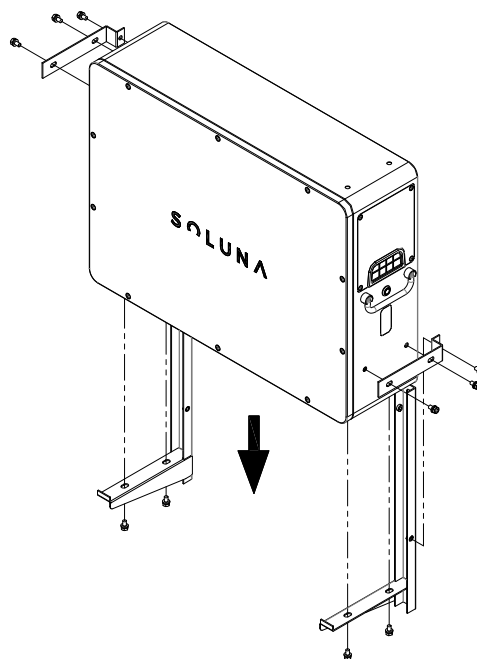

Figure 3.4 :
Étape 3) Fixez le produit sur le support mural à l'aide de 10 vis PCS M6. (Comme illustré à la Figure 3.4)